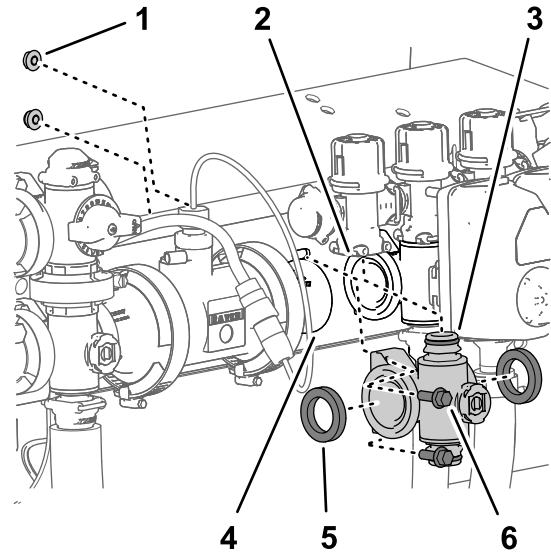

Figura 118
4. Para los distribuidores de la válvula de sección izquierdo y derecho, retire los 2 pernos con arandela prensada ($\frac{1}{4}$ " x $\frac{3}{4}$ ") y las tuercas prensadas y las 2 contratuercas prensadas ($\frac{1}{4}$ ") que sujetan el distribuidor de la válvula de sección al soporte de la válvula (Figura 118).
5. Mueva el distribuidor de la válvula de sección y las juntas hacia abajo hasta que estén libres de la válvula de desvío de sección, y luego retírelos de la máquina (Figura 118).